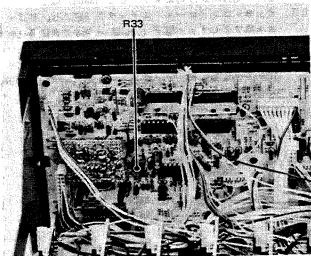

Fig. 4-9
2. If back tension is not within the limits, adjust semi-fixed resistor R33 on the Control PCB (Fig. 4-9) until the torque meter reads $14 \text{ g} \pm 1 \text{ g}$.
2) もしバック・テンションが上記値より外れている場合には、バック・テンションの値が $14 \text{ g} \pm 1 \text{ g}$ になる様にコントロール PCB の半固定抵抗 R33 (図4-9) を回して調整する。